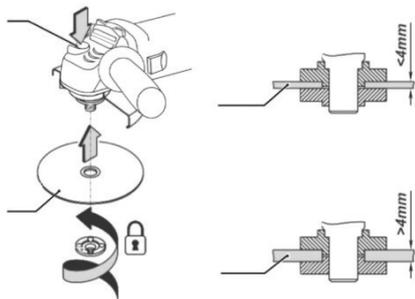

Figura 4 - Montagem do disco da máquina
- 4- Coloque a porca. Para discos com espessura inferior a 4 mm, coloque o rebaixo do flange para o lado externo; e para discos com espessura superior a 4 mm, coloque o rebaixo voltado para dentro (lado do disco). (Conforme Figura 4);